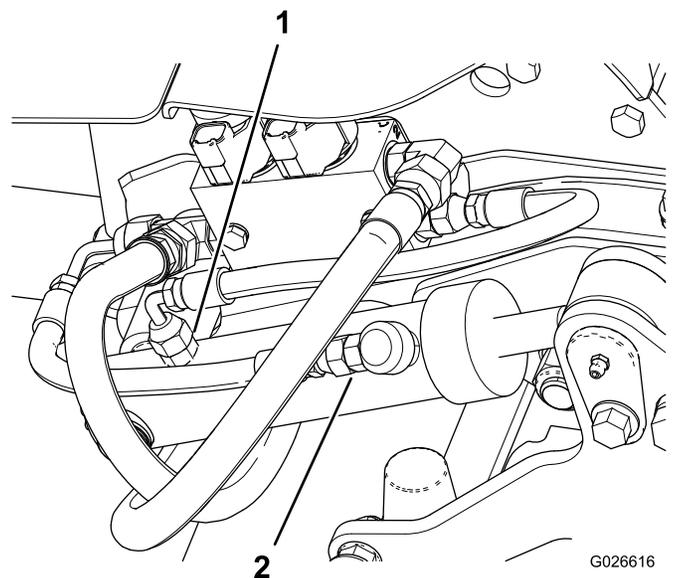

Figura 11
2. Rimuovete il flessibile dalla porta posteriore sul cilindro di sollevamento del piatto (Figura 11).
7. Rimuovete il flessibile dalla porta anteriore del cilindro di sollevamento del piatto (**Figura 11**).